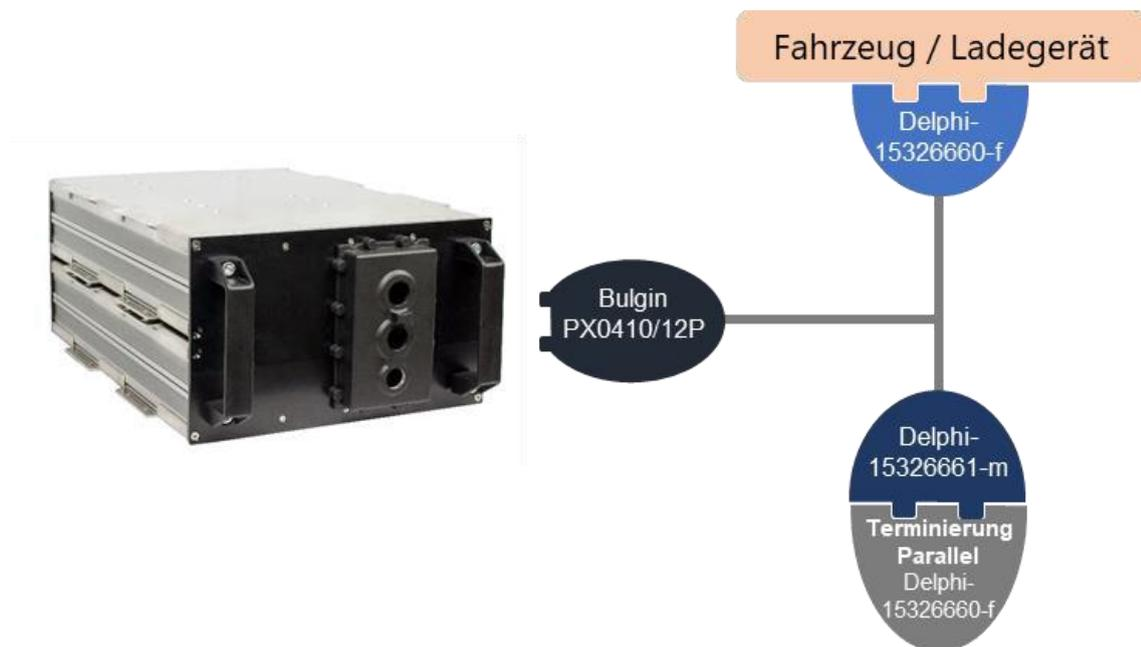
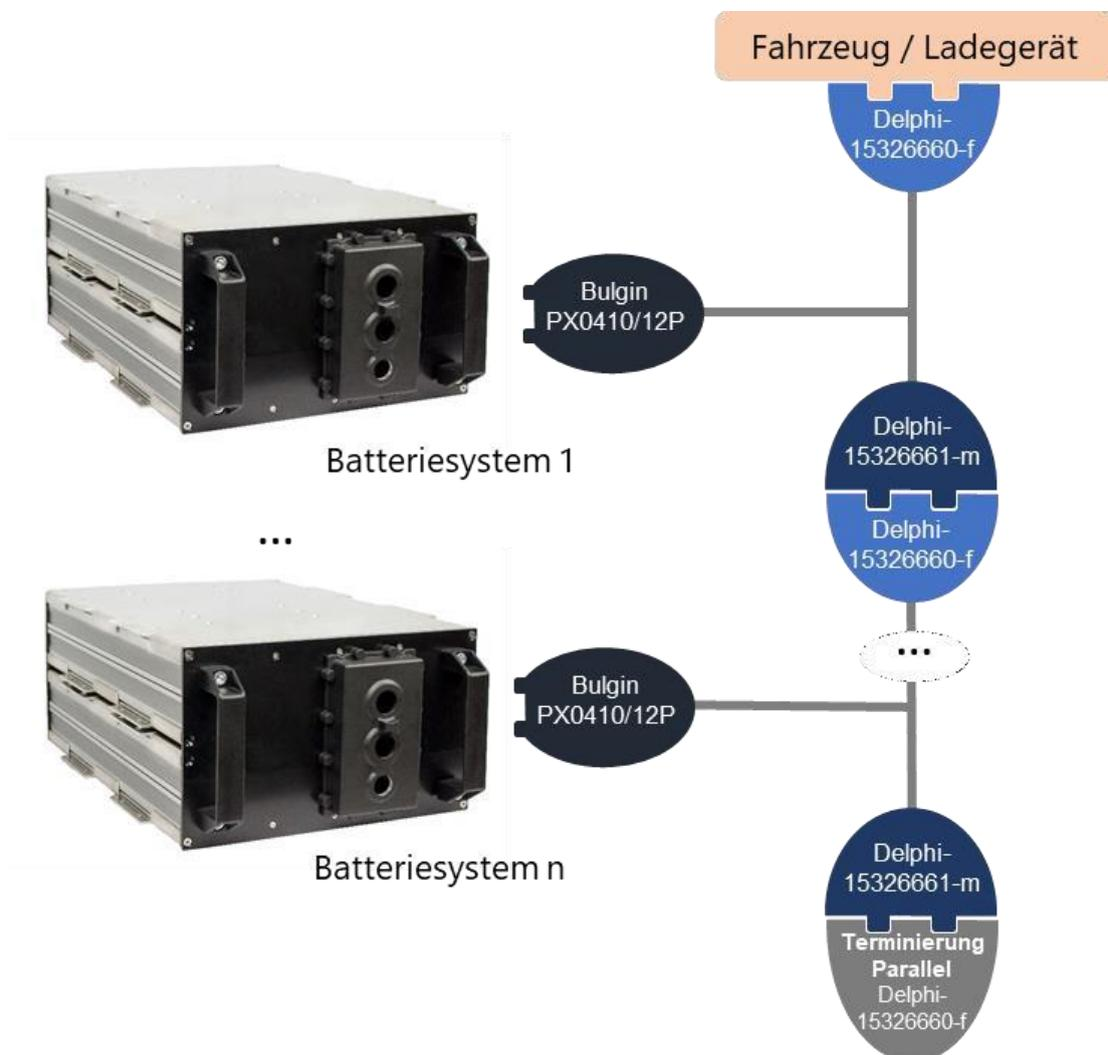

Abbildung 2: Kommunikationsverkabelung im Stand-Alone eines einzelnen Batteriesystems
Abbildung 3: Kommunikationsverkabelung im Parallelbetrieb von  $n$  Batteriesystemen, wobei  $2 \leq n \leq 4$ .
In den beiden folgenden Abbildungen sind die zwei möglichen Verschaltungsoptionen der Batteriesysteme dargestellt. Der Verschaltung für den Stand-Alone ist in Abbildung 2 dargestellt. Sollen mehrere Batteriesysteme parallel verschaltet werden, muss die Kommunikation nach Abbildung 3 verkabelt werden. Bei der Variante im Parallelbetrieb versorgt das erste Batteriesystem die Elektronik aller Systeme.
- In Abbildung 2 ist die Verkabelung des Systems im Einzelmodus dargestellt.
- Der Drive-Stecker des ersten Batteriesystems wird wie in Abbildung 3 mit dem Fahrzeug/Ladegerät verbunden.
- In Abbildung 3 ist die Verkabelung des gesamten Systems mit  $n$  einzelnen Batteriesystemen im Parallelbetrieb dargestellt.